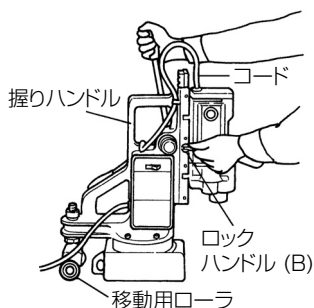

図 3
注 ●移動の際は、ロックハンドル (B) を軽く締付け、電気ドリルが動かないよう固定してください。(図 3)
本機には運搬を容易にするため、移動用ローラーとサイドハンドルおよび上部には握りハンドルを設けてあります。(図 3)